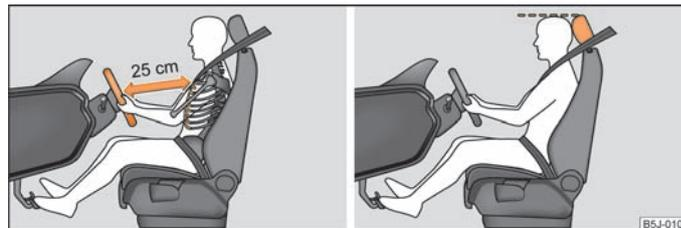

Abb. 91 Der richtige Abstand des Fahrers vom Lenkrad / Die richtige Kopfstützeinstellung des Fahrers
- Stellen Sie das Lenkrad so ein, dass der Abstand zwischen Lenkrad und Brustbein mindestens 25 cm beträgt ⇒ Abb. 91 - links.
- Stellen Sie die Kopfstütze so ein, dass die Oberkante der Kopfstütze sich möglichst auf einer Höhe mit dem oberen Teil Ihres Kopfes befindet ⇒ Abb. 91 - rechts.
- Der Fahrer muss einen Abstand zum Lenkrad von mindestens 25 cm einhalten ⇒ Abb. 91. Wenn Sie den Mindestabstand nicht einhalten, kann Sie das Airbag-System nicht schützen - Lebensgefahr!
- Stellen Sie die Kopfstützen so ein, dass die Oberkante der Kopfstützen sich möglichst auf einer Höhe mit dem oberen Teil Ihres Kopfes befinden → Abb. 91 - rechts.